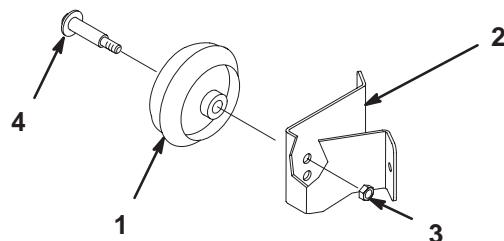

Figure 11
1. Pour modifier la hauteur des roues avant de la tondeuse, retirez le boulon de fixation de la roue et le monter dans un autre trou (Fig. 11).
2. Utiliser le trou du haut pour la plus petite hauteur de coupe, et le trou du bas pour les hauteurs de coupe supérieures (Fig. 11).